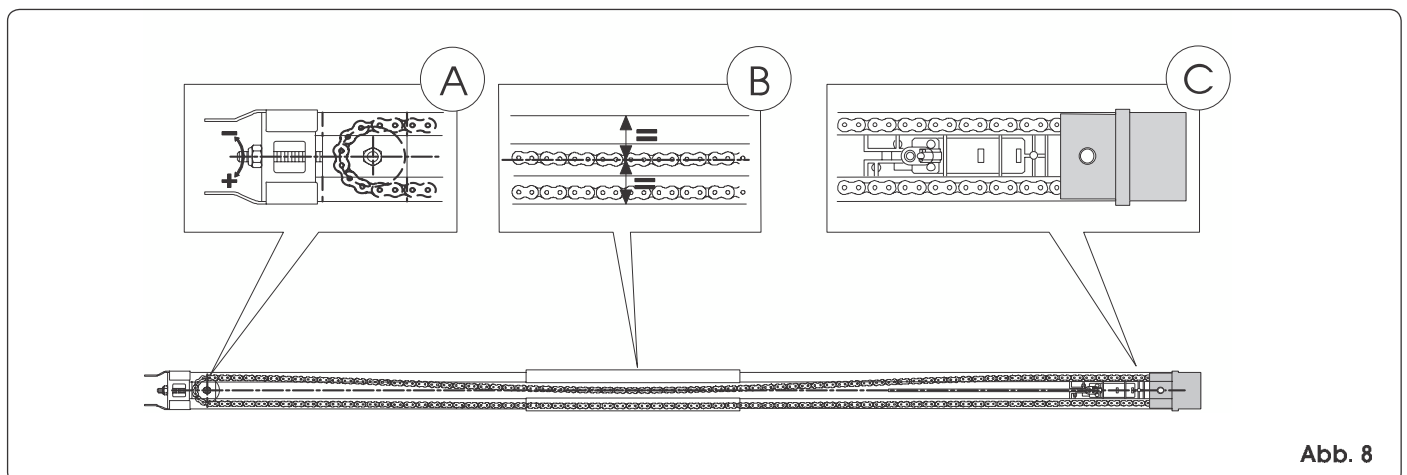

Abb. 8
- 5) Die Gleitführung auf die Seite legen (Abb. 8).
- 6) Den Schlitten in die Nähe der Zugkupplung schieben (Abb. 8 Bez. C).
- 7) Den Spanner (Abb. 8 Bez. A) so einstellen, dass der mittlere Bereich der Schleife (bestehend aus dem oberen Kettentrum) in etwa mit der Mittellinie der Gleitführung übereinstimmt (Abb. 8 Bez. B).